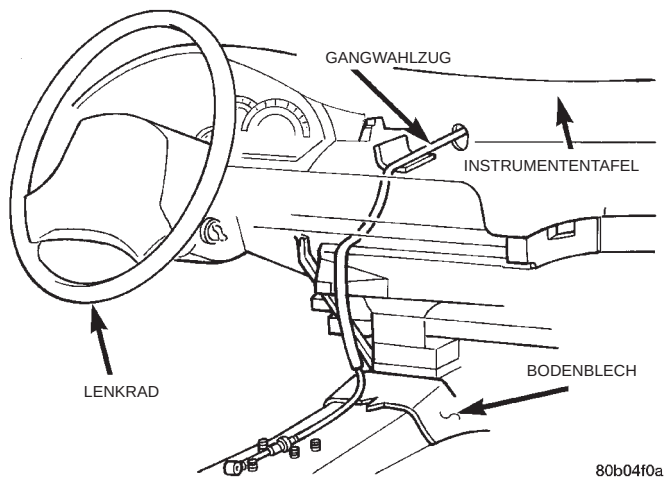

Abb. 26 Gangwahlzug verlegen
(4) Endstück des Gangwahlzugs in Schelle einsetzen und Halteschraube anziehen.
(5) Einfüllrohr in die ursprüngliche Lage schwenken. Halteschraube für Einfüllrohr eindrehen und anziehen.
(6) Gangwahlzug durch die Öffnung in der Spritzwand führen.
(7) Seilzugtülle in die Spritzwand drücken.
(8) Gangwahlzug unter Klimakanal, über mittleren Verteilerkanal, Stütze und Airbag-Halterung führen. Der weitere Verlauf des Gangwahlzugs führt über den Teppichboden zur Wählhebelhalterung (Abb. 26).